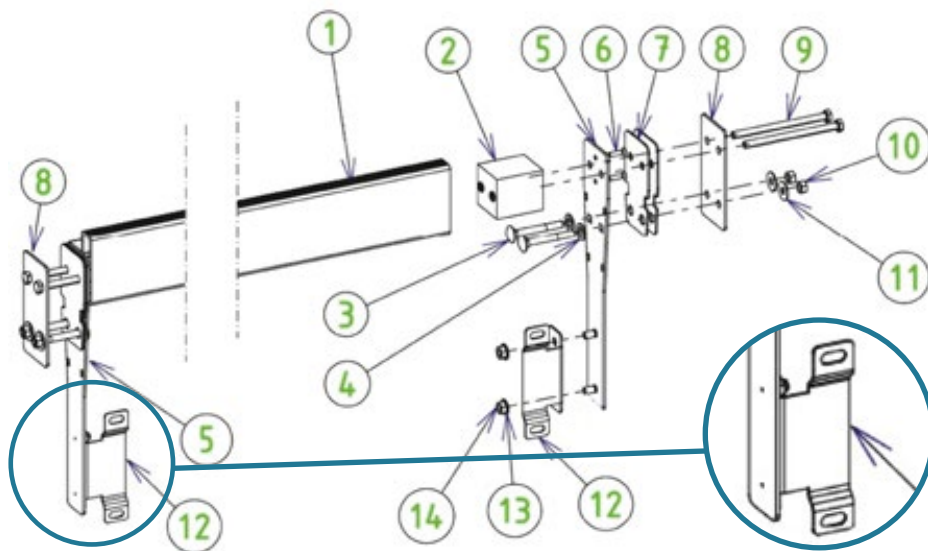

Figure 40 – Assemblage et montage de la poutre
Les étapes de montage de la poutre sont illustrées à la Figure 40. La visserie nécessaire à ce montage se trouve dans le sachet Y. Sur cette figure, la paroi de bois est située entre les pièces 7 et 8, et le liner est situé entre les deux joints (7) en caoutchouc.
Montez les deux équerres de support de parois de séparation (12) sur les platines (5) par le biais de quatre écrous (14) et quatre rondelles (13) de diamètre 8 mm en inox A4. Les avancées sur lesquelles de situent les trous oblongs sur les équerres (12) doivent se situer du même côté de la poutre (voir zoom à la Figure 40).
Pour finir, fixez la paroi de séparation sur les équerres (pièce 12 de la Figure 40) grâce à quatre vis (7) à tête poêlier 8 × 16, quatre rondelles et quatre écrous de diamètre 8 mm en inox A4.